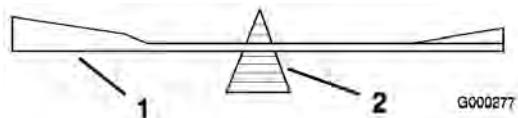
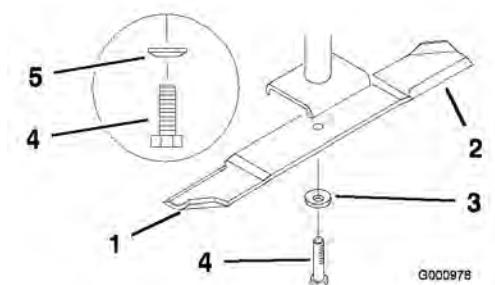

Figure 72
Figure 73
2. Retirez de l'axe le boulon, la rondelle élastique et la lame (Figure 73).
- Vérifiez l'équilibre de la lame en la plaçant sur un équilibrage (Figure 72). Si la lame reste horizontale, elle est équilibrée et peut être utilisée. Si la lame est déséquilibrée, limez un peu l'extrémité de la partie incurvée seulement (Figure 73). Répétez la procédure jusqu'à ce que la lame soit équilibrée.
- Placez la lame sur l'axe (Figure 73).
- Installez la rondelle élastique et le boulon de la lame. Le cône de la rondelle élastique doit être dirigé vers la tête du boulon (Figure 73).